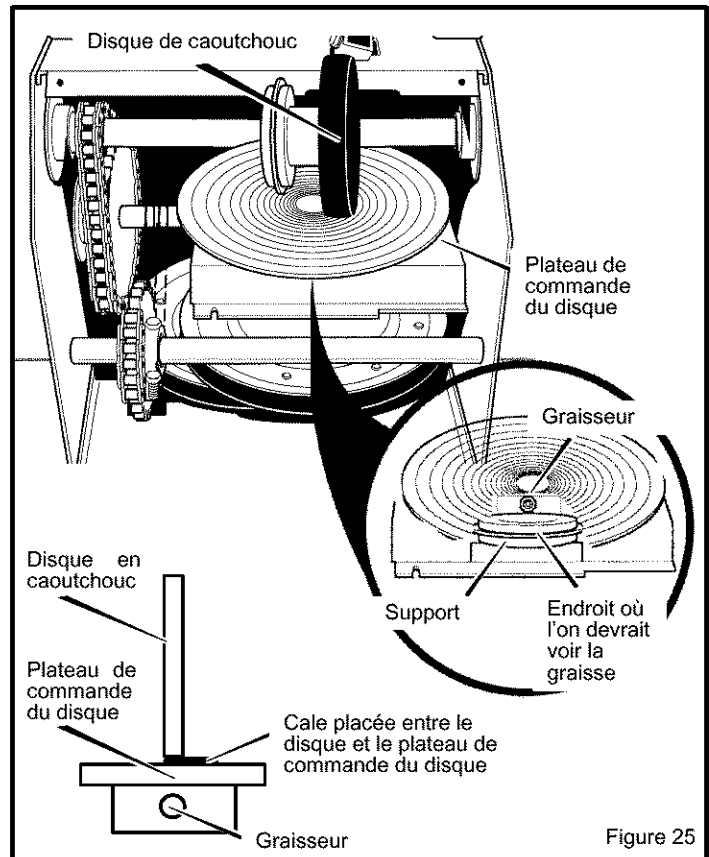

Figure 25
6. Faire tourner à la main le plateau de commande du disque de dessous dans le sens des aiguilles d'une montre jusqu'à ce que le graisseur soit bien visible au centre (Voir Figure 25).
8. Pour le graissage, utiliser un pistolet à graisse et de la graisse à haute température EP Moly. Voir les détails en Figure 25. **NE PAS** verser de quantité excessive d'huile et **ÉVITER** que de la graisse entre en contact avec le plateau de commande ou le disque car cela endommagerait le caoutchouc. Remplir le graisseur jusqu'à ce que la graisse apparaisse sous le support situé sous le graisseur.